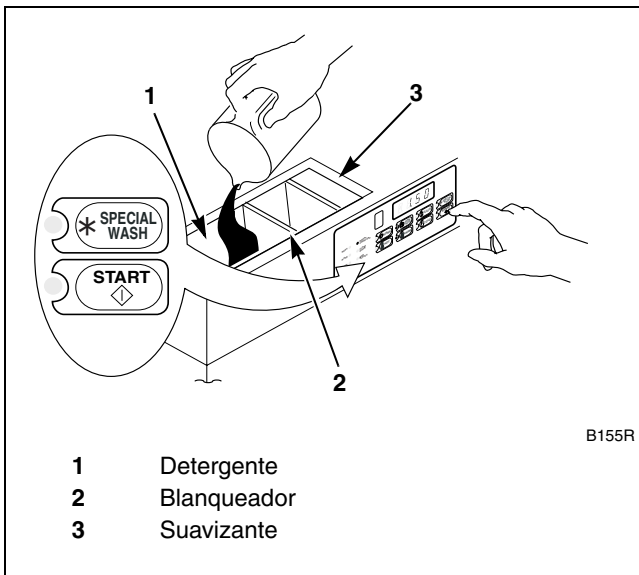

Figura 14
8. Añadir detergente al recipiente 1 y suavizante al recipiente 3. Pulsar la tecla START (Arranque). Consulte la *Figura 14*.